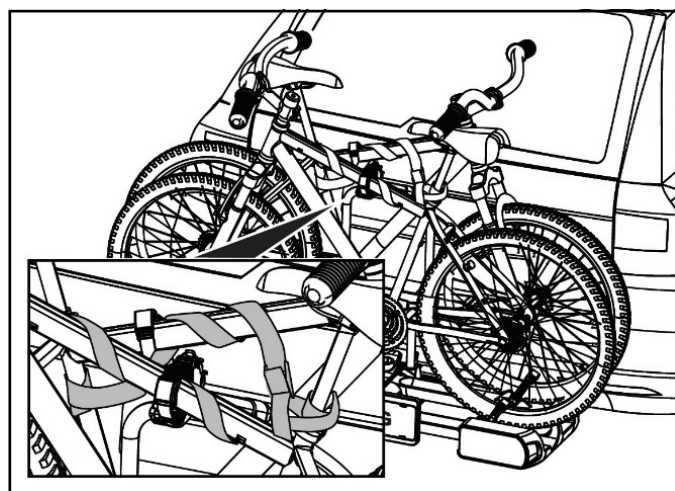

Figure 28: Mise en place de la sangle de sécurité
- Avant chaque déplacement, vérifiez que la sangle soit correctement positionnée autour des vélos et de l'étrier en U du porte-vélos (Fig. 28).